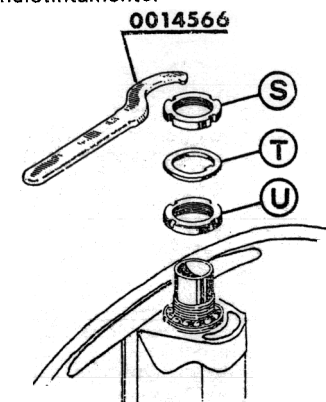

Fig. 17 M
**Grifo depósito mezcla:** Introducir el grifo mezcla (lado inferior del depósito), montar arandela y tuerca (lado superior del depósito) y bloquear con llave T. 0032973 (ver fig. 17 D).